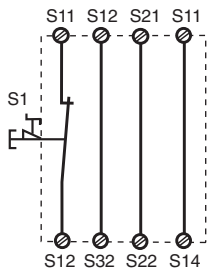
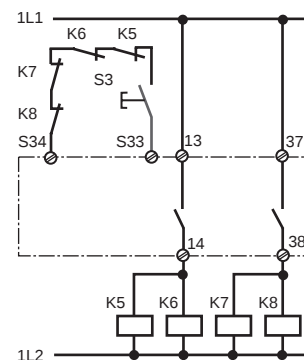

Fig. 2: Circuito de entrada monocal, rearme automático/Circuito di ingresso monocale, start automatico/Eenkanalig ingangscircuit, automat. start
Fig. 10: como fig. 9 con rearme supervisado/ come fig. 9 con start controllato/zoals fig. 9 met bewaakte start
- Figs. 2 y 7: **sin** conexión S33-S34.
Dalla fig. 2 a alla fig. 10 sono illustrati alcuni esempi di connessione per arresto di emergenza con start automatico con controllo, comandi per ripari mobili oltre all'aumento dei contatti tramite relè esterni.
- Fig. 2 e 7: **nessun** collegamento S33-S34.
In fig. 2 ... fig. 10 worden aansluitvoorbeelden gegeven van noodstop-schakeling met automatische en bewaakte start, hekbewaking en contactvermeerdering door middel van externe magneetschakelaars.
- Fig. 2 en 7: **geen** verbinding S33-S34